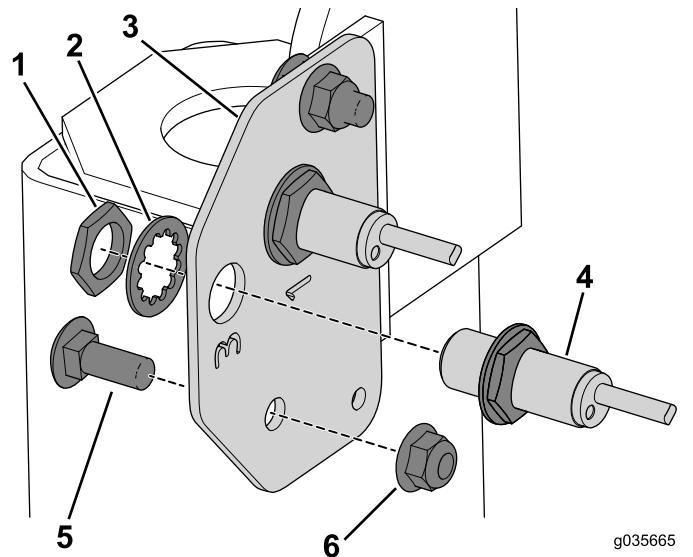

図 17
1. キャリッジボルト3/8 x 1 インチ2本とフランジナットを使って、右側センサープレートを機体に固定する図 17。
2. 先ほど外した近接センサーを、右側センサープレートに固定するリテナナットとワッシャを使う図 17。